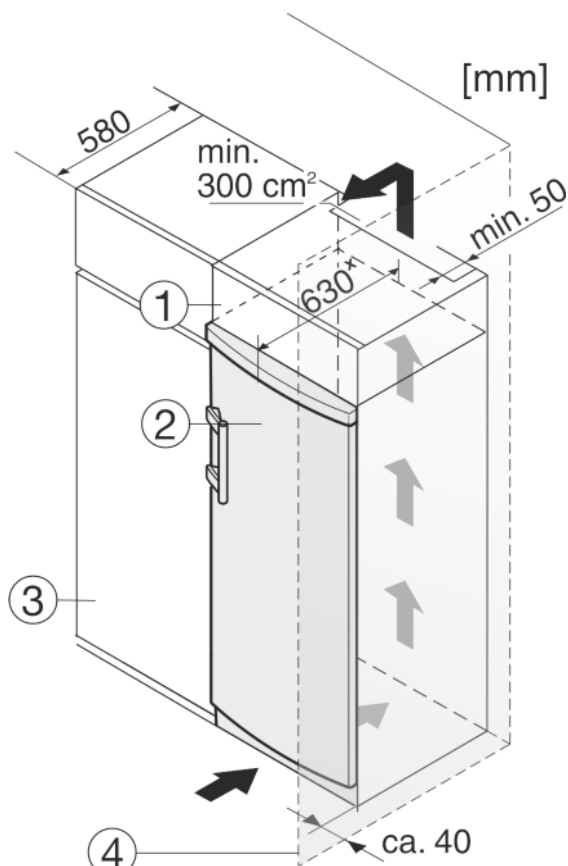

Fig. 10
Het apparaat kan in keukenkasten worden ingebouwd. Om het apparaat Fig. 10 (2) aan de hoogte van het keukenblok aan te passen, kan boven het apparaat een opzetkast Fig. 10 (1) worden aangebracht.
Bij een ombouw met keukenkasten (diepte max. 580 mm) kan het apparaat direct naast de keukenkast Fig. 10 (3) worden geplaatst. Het apparaat steekt aan de zijkant 34 mm × en in het midden 50 mm × uit ten opzichte van het keukenkastfront.
Plaatst u het apparaat met de scharnierkant naast een muur Fig. 10 (4), dan moet de afstand tussen apparaat en muur minstens 40 mm bedragen. Dit in verband met het uitsteken van de deurgreep bij een geopende deur.